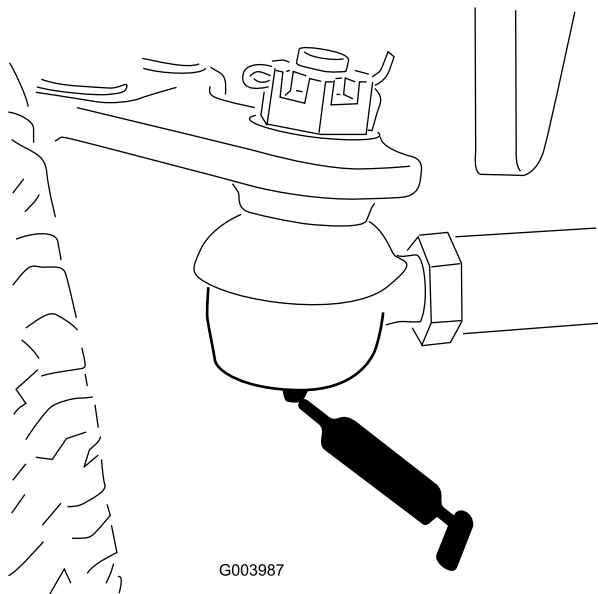

Figure 31
- Bielle d'essieu arrière (2) (Figure 31).